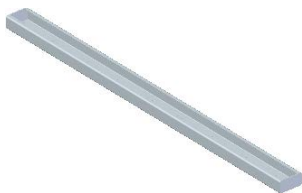
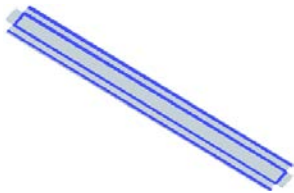

图 8.13.157 重新折弯
图 8.13.158 选取折弯面
Step10. 创建图 8.13.157 所示的重新折弯。
(1) 选择命令。在“主页”功能选项卡的“钣金”工具栏中单击折弯后的小三角, 选择重新折弯命令。
(2) 选取折弯。在系统单击要修改的折弯。的提示下, 在命令条选择: 的下拉列表中选择所有折弯选项, 选取图 8.13.158 所示的 6 个折弯面, 单击鼠标右键 (两次)。